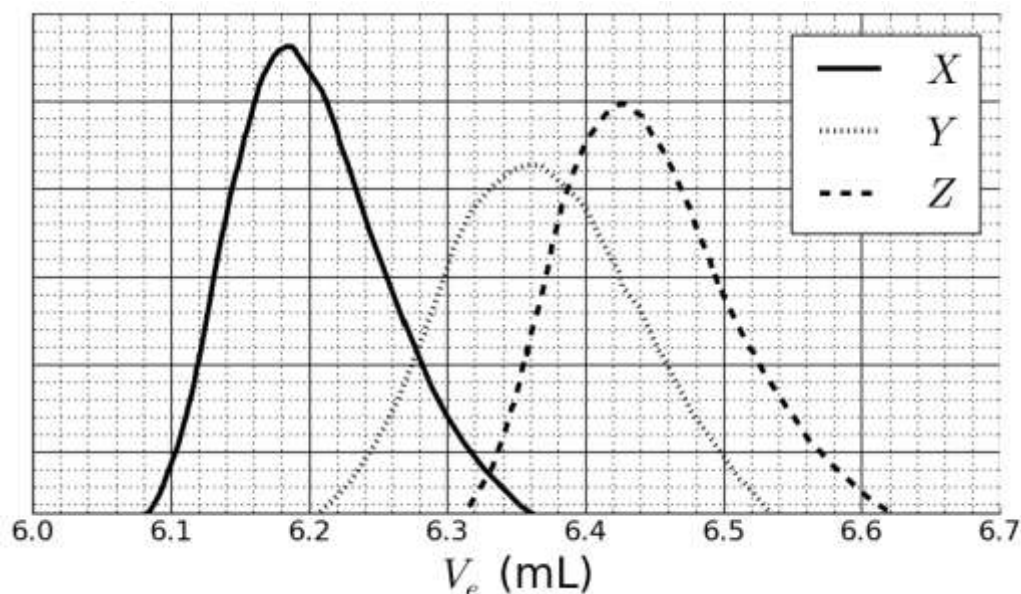

Fig. 2 – Cromatogramas SEC de **3a**, **3b** y **3c** como función del volumen eluido,  $V_e$ .
Esta reacción de **1** con **2** produce los copolímeros **3a** después de 20 h, **3b** después de 25 h y **3c** después de 30 h de reacción a 40 °C. Los resultados experimentales de la cromatografía de exclusión por tamaño “size-exclusion chromatography” (SEC) se presentan en la Fig. 2.
6. **Empareje** las señales de la Fig. 2 con los copolímeros **3a**, **3b** y **3c**.
7. Basándose en las curvas de SEC de las Fig. 2 y 3, **determine**  $V_e$  del polímero que corresponde a la curva  $X$  y úselo para **estimar** el grado de polimerización  $m$  de su segundo bloque. **Detalle** sus cálculos; puede usar la calculadora o dibujar la gráfica.